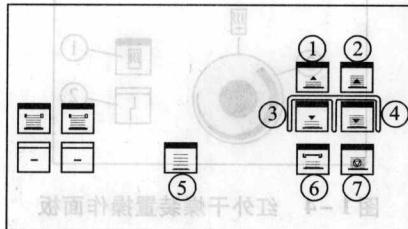

图 1-7 收纸台纸堆控制操作面板
收纸台纸堆控制操作面板如图 1-7 所示，各按键的功能与作用如下：①—副纸堆上升按键；②—主纸堆上升按键；③—副纸堆下降按键；④—主纸堆下降按键；⑤—抽取样张按键；⑥—纸台开按键；⑦—纸堆停止按键。